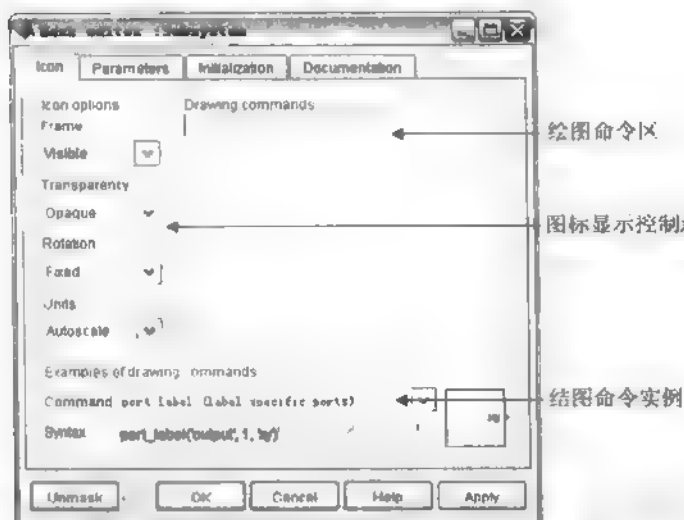

图 7.33 Mask editor 对话框
(3) 封装子系统,右击生成的 Subsystem 模块,在弹出的菜单中选择 Mask Subsystem 命令,弹出如图 7.33 所示的对话框。在其中可以进行各种设置,这在后面进行介绍。
Mask Editor 参数对话框可以创建和编辑封装了系统。右击生成的 Subsystem 模块，在弹出的菜单中选择 Mask Subsystem 命令，会弹出 Mask Editor 参数对话框，如图 7.33 所示。
Icon 选项卡可以创建块图标, 在图标中可包含描述性文字、状态方程、图像和图形, 如图 7.33 所示。